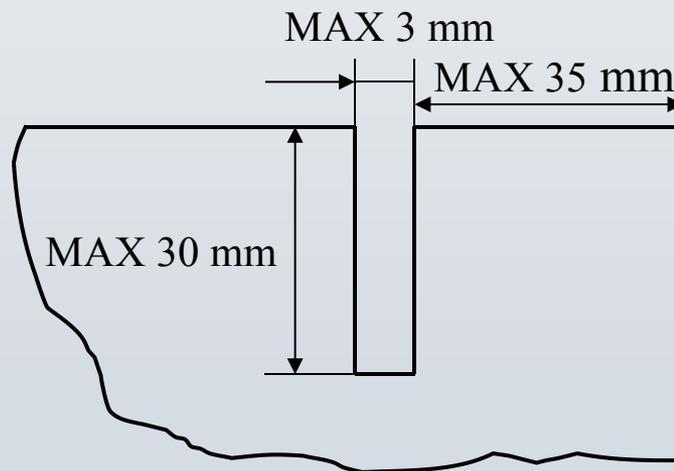

图3
4. 边沿若要开口，其开口宽度不要超过3mm，深度不要超过30mm。开口与附近角的距离要大于35mm；同一边上不要超过5个开口；尽量避免在长边上开口；如图3所示。